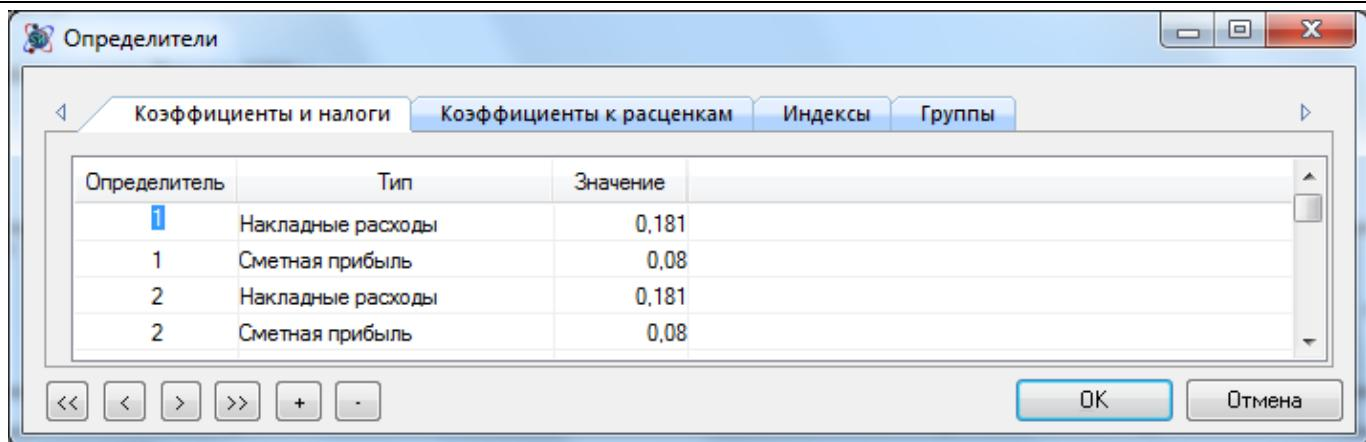
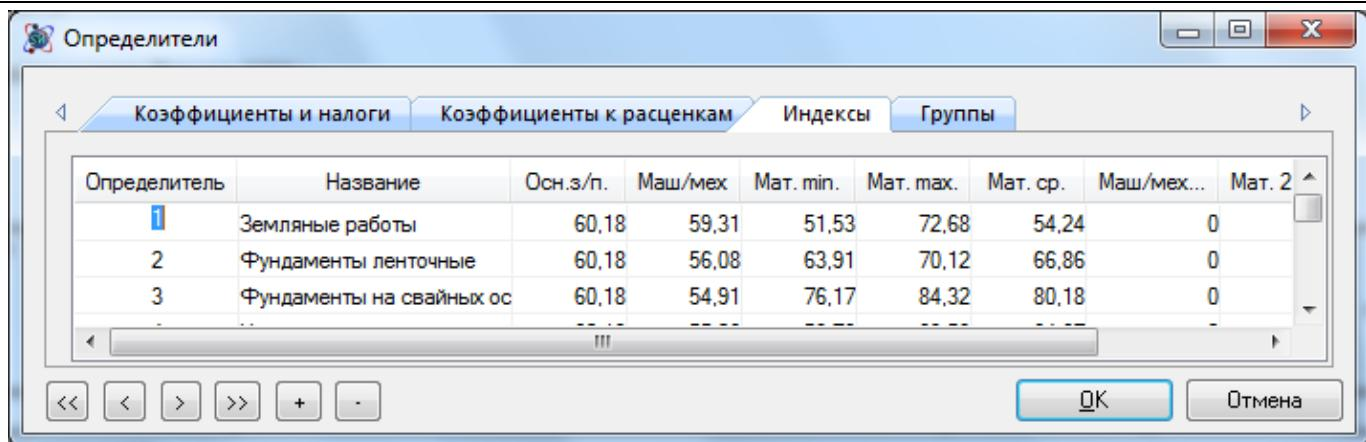

Рис. 4.55 Окно Определители, вкладка Коэффициенты и налоги
Рис. 4.57 Окно Определители, вкладка Индексы
Справочники. Откроется диалоговое окно *Определители* (рис. 4.55), состоящее из четырех вкладок, служащих для внесения информации определенного типа.
Вкладка Коэффициенты и налоги (см. рис. 4.55) служит для задания коэффициентов, которые будут в дальнейшем использованы в расчете перехода в цены, составленном по определителям.
Вкладка Индексы (рис. 4.57) служит для ввода индексов, которые будут применяться к составляющим расценок с назначенным определителем в расчете перехода в цены.
2. В диалоговом окне *Определители* на вкладках Коэффициента и налоги (см. рис. 4.55) и Индексы (см. рис. 4.57) введите нужные значения.